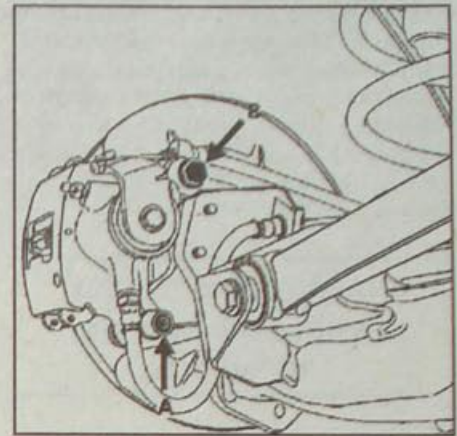

Рис. 12.14. Расположение нижнего (А) и верхнего (В) болтов крепления направляющих пальцев скобы суппорта заднего дискового тормоза
- Снимите прижимную пружину (3) тормозных колодок.
- Выверните болт (А, рис. 12.14) крепления нижнего направляющего пальца.